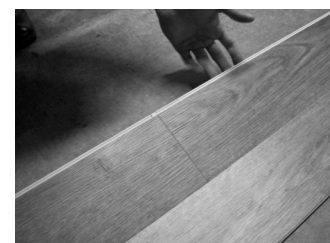

Fig. 6 - Enganche el lado largo con los extremos ya enganchados
4. Seguidamente alinee la tabla para que la lengüeta del lado largo esté ubicada sobre el borde de la ranura de la tabla adyacente de la hilera anterior. Trabajando desde la junta de extremo, con una inclinación baja, inserte la lengüeta del lado largo en la ranura de la tabla adyacente (Fig. 6) hasta que sienta que la lengüeta engancha en la ranura.